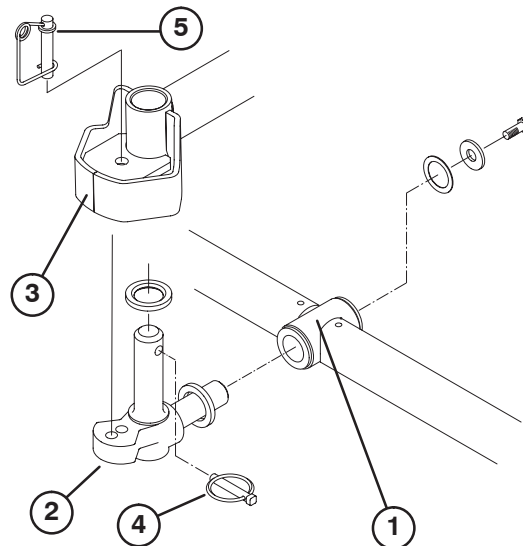

Figure 8
6. Insérez une rondelle de butée sur l'axe horizontal du pivot comme illustré à la Figure 8.
7. Insérez l'axe horizontal du pivot dans le tube de montage du bâti porteur (Fig. 8).
8. Fixez le pivot au bâti porteur avec une rondelle de butée, une rondelle plate et une vis à collerette (Fig. 8).
9. Insérez une rondelle de butée sur l'axe vertical du pivot (Fig. 8).
10. S'il a été déposé, insérez l'axe vertical du pivot dans le moyeu de pivot du bras de levage (Fig. 8). Guidez le pivot en position, entre les deux amortisseurs de centrage en caoutchouc, dans le dessous de la plaque de direction du bras de levage.
11. Insérez la goupille à anneau dans le trou transversal de l'axe de pivot (Fig. 8).
Remarque : Si une position de plateau de coupe fixe est requise, insérez la goupille de direction dans le trou de montage du pivot (Fig. 8). Accrochez le ressort autour du bas de la goupille de direction.